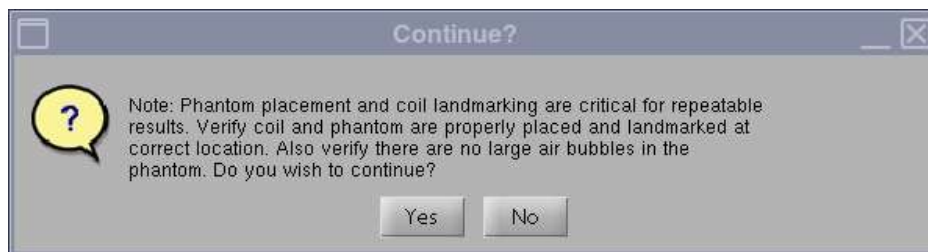

Fig. 4
3. La început, va apărea următoarea Observație: "Phantom placement and coil landmarking are critical for repeatable results" (Amplasarea fantomei de calibrare și alinierea cu marcajele bobinei sunt esențiale pentru obținerea unor rezultate repetabile). Dacă bobina a fost aliniată corect și în fantoma de calibrare nu există bule de aer, faceți clic pe **[Yes]** (Da) pentru a continua. (Fig. 4).